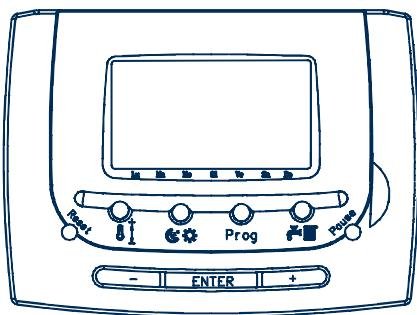

Fig. 4.5
4.4**Kit pannello di comando a distanza (accessorio) (Fig. 4.5)**